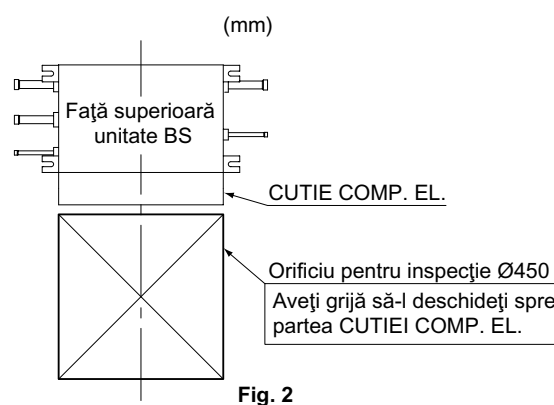

Fig. 2
- Locuri unde poate fi instalat un orificiu de inspecție (consultați fig. 2) pe partea CUTIEI COMP. EL. (vezi nota).